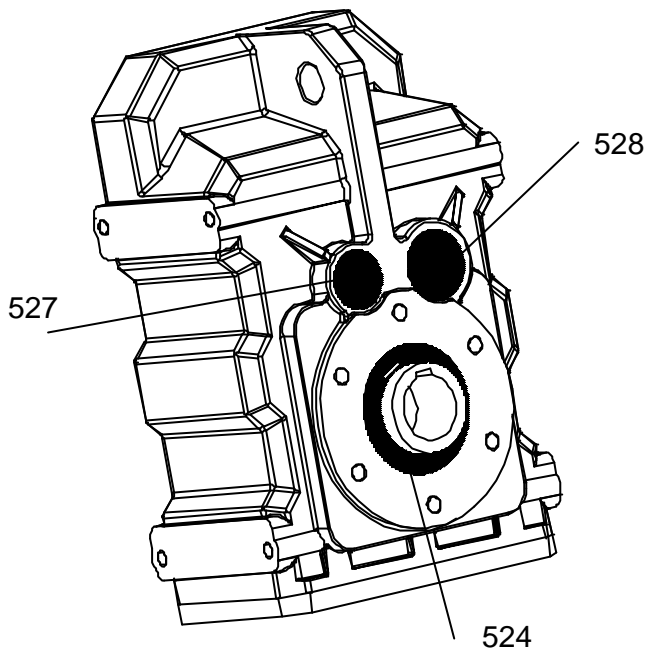

fig 8
1- Manteniendo el cuerpo con la cara de salida hacia arriba se colocan los tapones de cierre (527 y 528) y el retén de salida (524) con el labio prelubricado cuidando que no dañe el mismo y respetando la correspondiente alineación con el cuerpo (Ver fig.8).